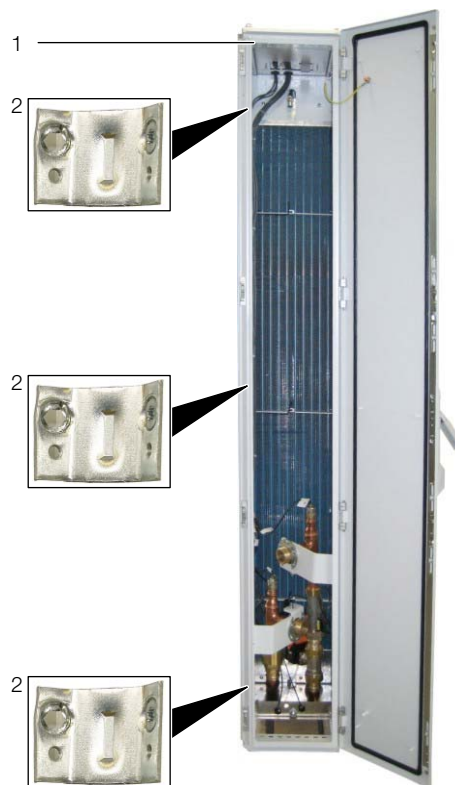

Рис. 27: LCP Rack – задняя сторона
- Закрепите по три соединителя (рис. 27, поз. 2) при помощи прилагаемых винтов в предусмотренных руководством по монтажу точках крепления на профиле с передней и задней стороны LCP Rack или LCP Inline flush (рис. 27, поз. 1).